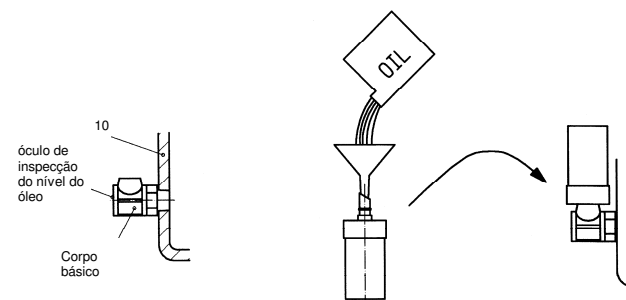

Figura 8
- Sele o corpo ao suporte da chumaceira (10), ao pé da ligação para o bocal de lubrificação de nível constante (ÖK) com fita isoladora de teflon. Enrosque até a união roscada para o reservatório ficar voltada para cima, na vertical (figura 8).
- Retire o bujão de enchimento do óleo (FS) da face superior do suporte da chumaceira e deite óleo na abertura de ligação até o nível de óleo ficar ligeiramente abaixo do meio do óculo de inspecção do nível do óleo do corpo básico.
- Servindo-se de um funil, encha o reservatório de vidro de óleo (figura 8).
- Introduza o reservatório cheio no corpo e enrosque-o imediatamente com a mão até prender (figura 8).